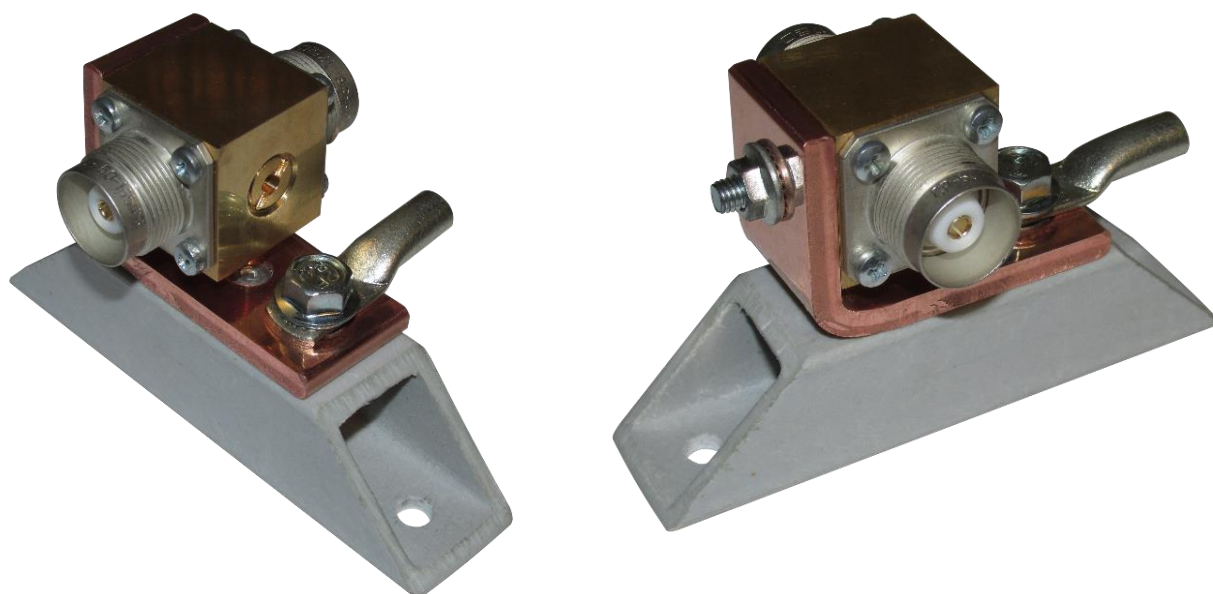

Рисунок 4. Внешний вид модуля **МЭЗ-К** установленного на основание монтажное OM-1
- **МЭЗ-К** крепится с помощью основания монтажного ОМ-1 (см. рис. 4) на поверхность (кирпичные, бетонные и каменные стены), стенку шкафа, панель монтажную, а также на